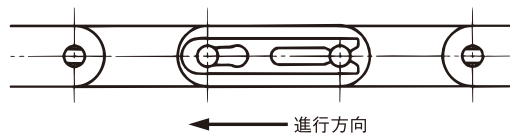

図21. クリップの取付方向
- 3) クリップの取付け方向は、一般にチェーンの進行方向に対して下図のようになります（図21）